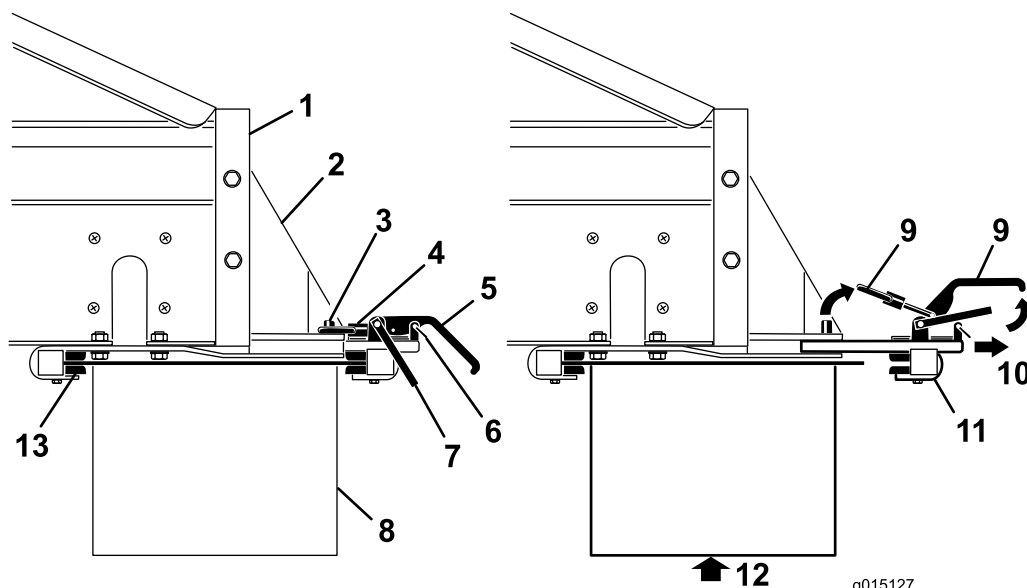

Figura 49
- Rimuovete le clip dei fermi di sicurezza dalle maniglie di attacco (Figura 49).
- Sollevate il fermo di sicurezza, poi le maniglie di attacco dell'accessorio e liberate gli anelli di bloccaggio dai perni di bloccaggio ((Figura 49).
- Estraete il gruppo di attacco posteriore dell'accessorio dalle fessure di attacco rapido (Figura 49).
6. Con l'aiuto di una persona, inserite il bordo anteriore del trasportatore trasversale/snodo sopra e sotto la parte posteriore della macchina nei morsetti anteriori sulle staffe (Figura 49).
7. Sostenete il trasportatore trasversale/snodo, facendo scorrere contemporaneamente il gruppo di attacco posteriore dell'accessorio nelle fessure delle staffe, sulla parte posteriore (Figura 49).
9. Montate le clip dei fermi di sicurezza sulle maniglie di attacco (Figura 49).